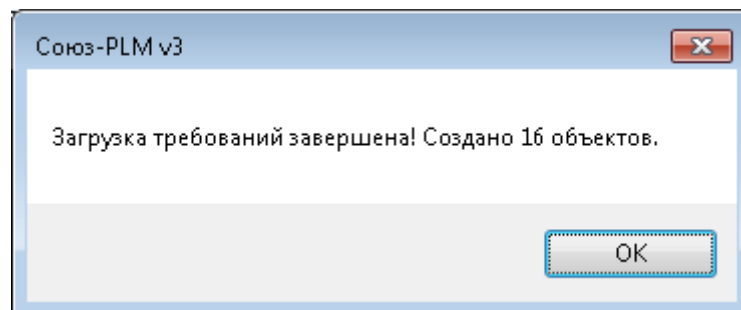

Рисунок 315 — Сообщение о результатах работы
4.6 закончив загрузку, система отобразит сообщение о результатах работы (Рисунок 315);